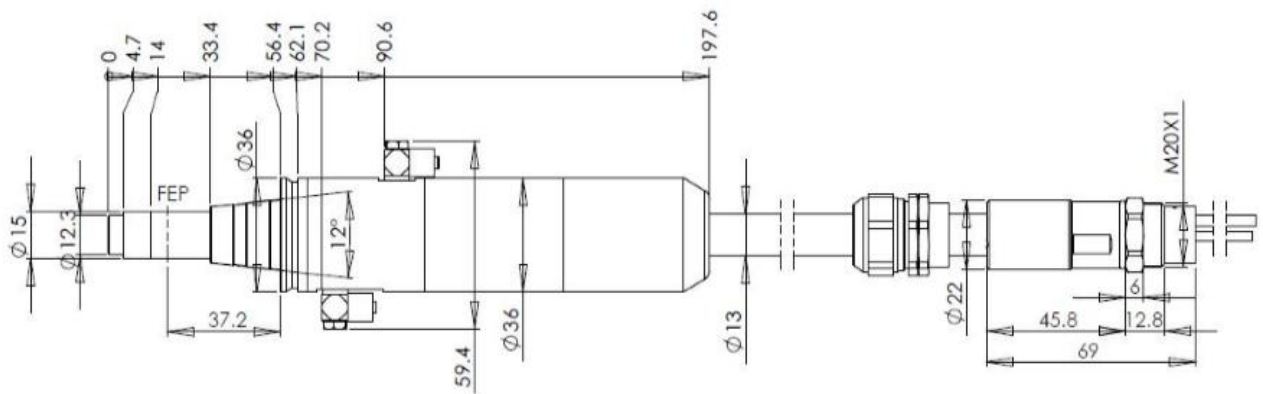

图 5 RFL-QD 输出光缆头外形尺寸图
b) RFL-6000/6000-ABP 激光器使用 RFL-QD 输出光缆，其外形尺寸如图 5 所示：